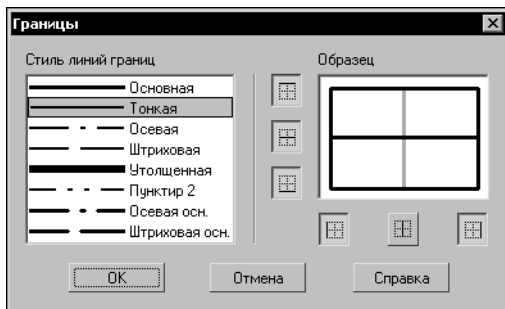

Рис. 65.5. Диалог настройки границ
Управление отображением и стилем линии границ ячеек производится в диалоге настройки границ (рис. 65.5). Для его вызова служит команда **Границы**.
1. Вызовите диалог настройки границ (рис. 65.5).